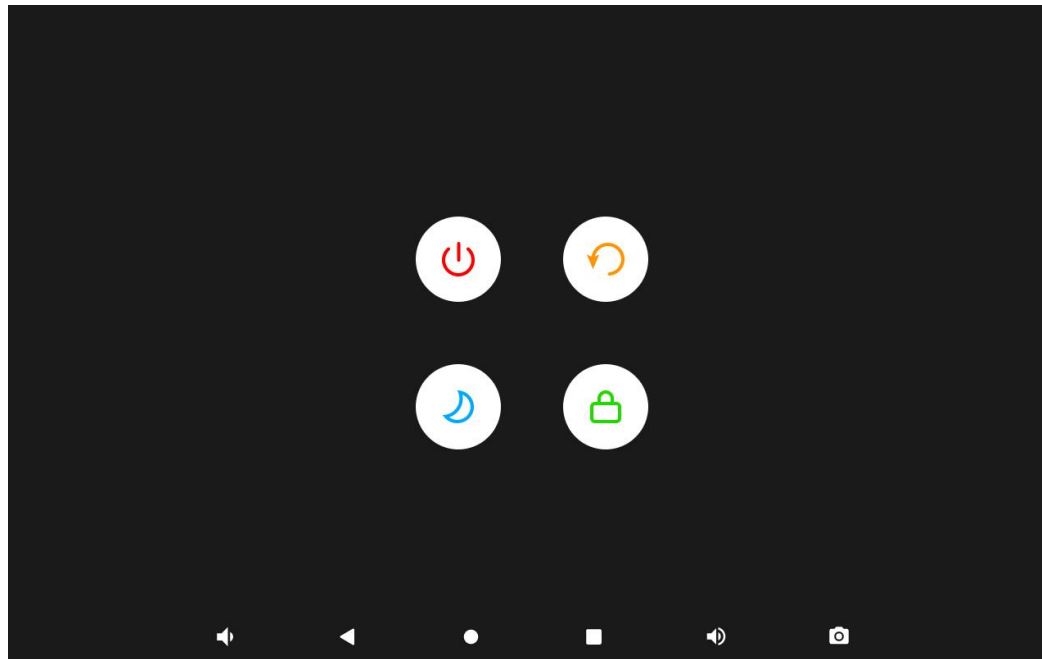

图 13-12 关机界面
长按电源键①，将进入关机界面, 见图 13-12。关机界面包含 4 个选项: 关机、重启、待机、锁屏。